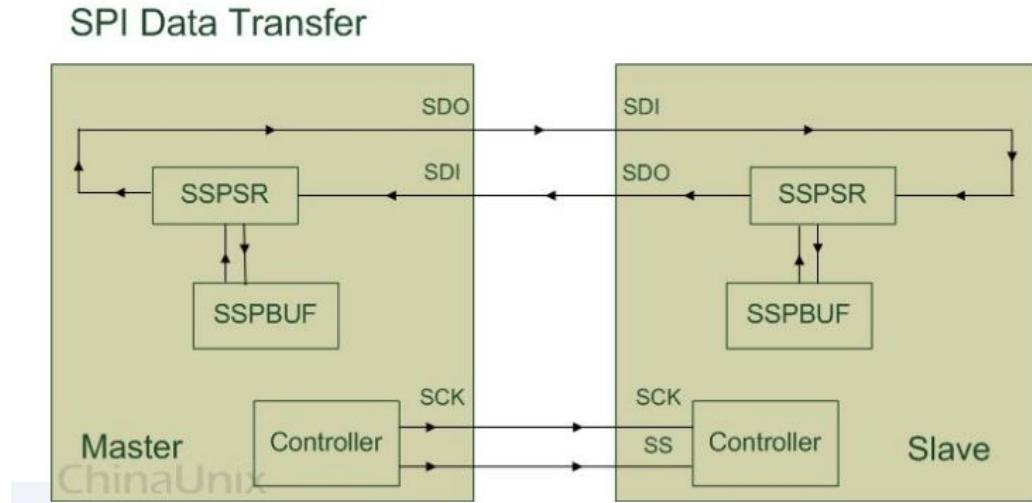

图 4.26.1.1 SPI 通讯结构
SPI 系统可直接与各个厂家生产的多种标准外围器件直接接口,一般使用 4 条线:串行时钟线(SCK)、主机输入/从机输出数据线 MISO (DO)、主机输出/从机输入数据线 MOSI (DI) 和低电平有效的从机选择线 NSS。MISO 和 MOSI 用于串行接收和发送数据，先为 MSB(高位)，后为 LSB(低位)。在 SPI 设置为主机方式时，MISO 是主机数据输入给，MOSI 是主机数据输出线。SCK 用于提供时钟脉冲将数据一位位地传送。SPI 总线器件间传送数据框图如图 4.26.1.1 SPI 通讯结构。